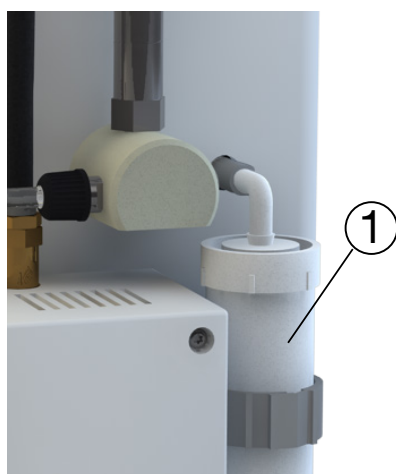

Fig. 5.2 : Amortisseur de bruit sur la face arrière de l'appareil
- S'assurer que l'amortisseur de bruit (①, figure 5.2) est rempli de fibres polyester et l'installer :